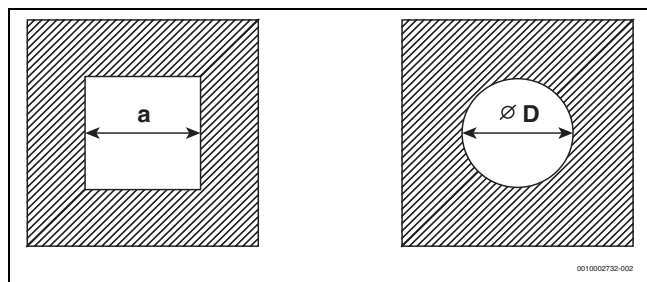

Fig. 5 Section rectangulaire ou ronde
- Vérifier si les dimensions autorisées du conduit sont respectées pour le cas particulier prévu. Si les dimensions $a_{\min}$ ou $D_{\min}$ **ne sont pas atteintes**, l'installation n'est **pas autorisée** (→ Fig. 5 et tabl. 7 et 8).